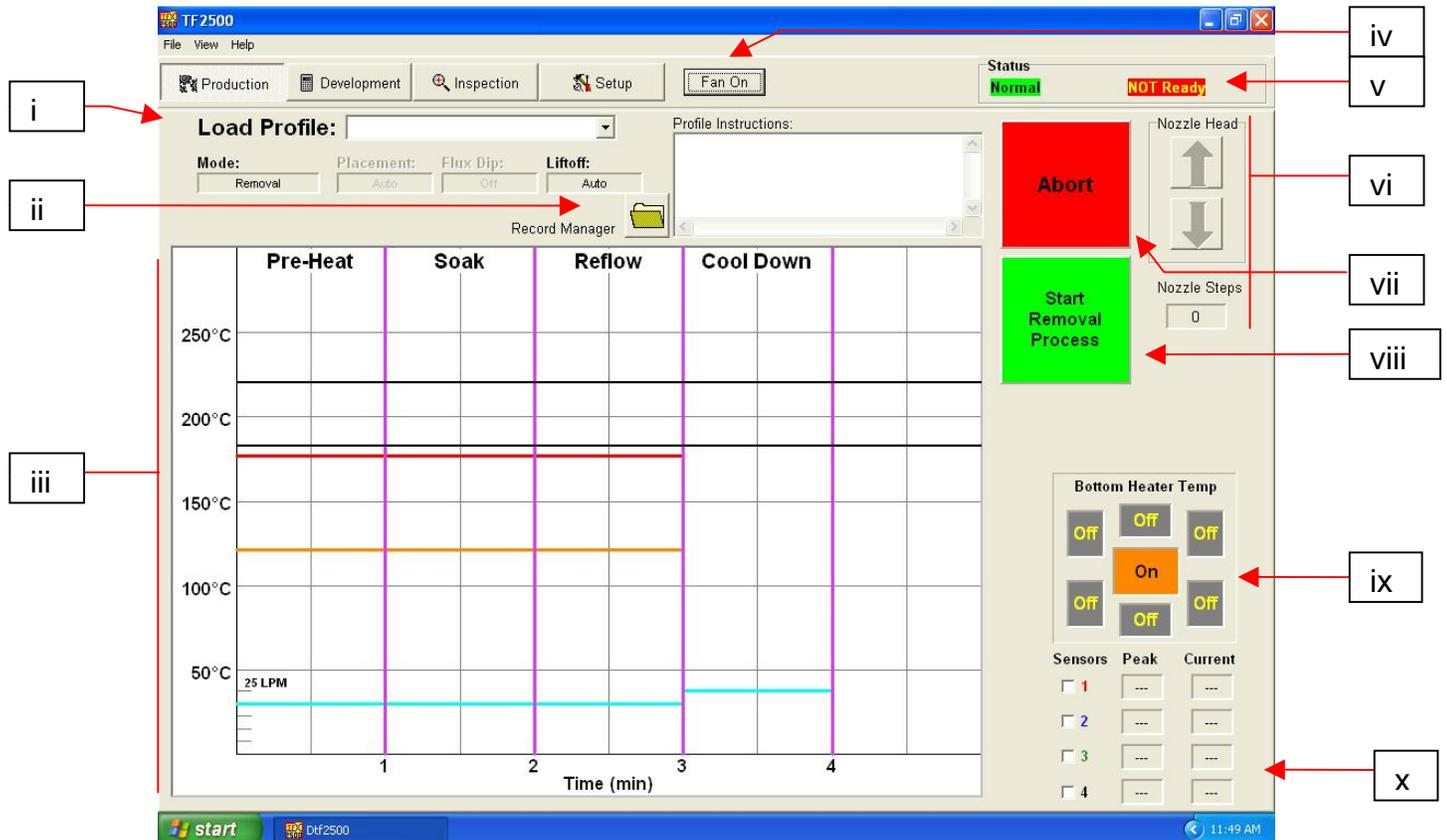

Abbildung 6
g. Funktionen des Bildschirms Production [Produktion] (Abbildung 6)